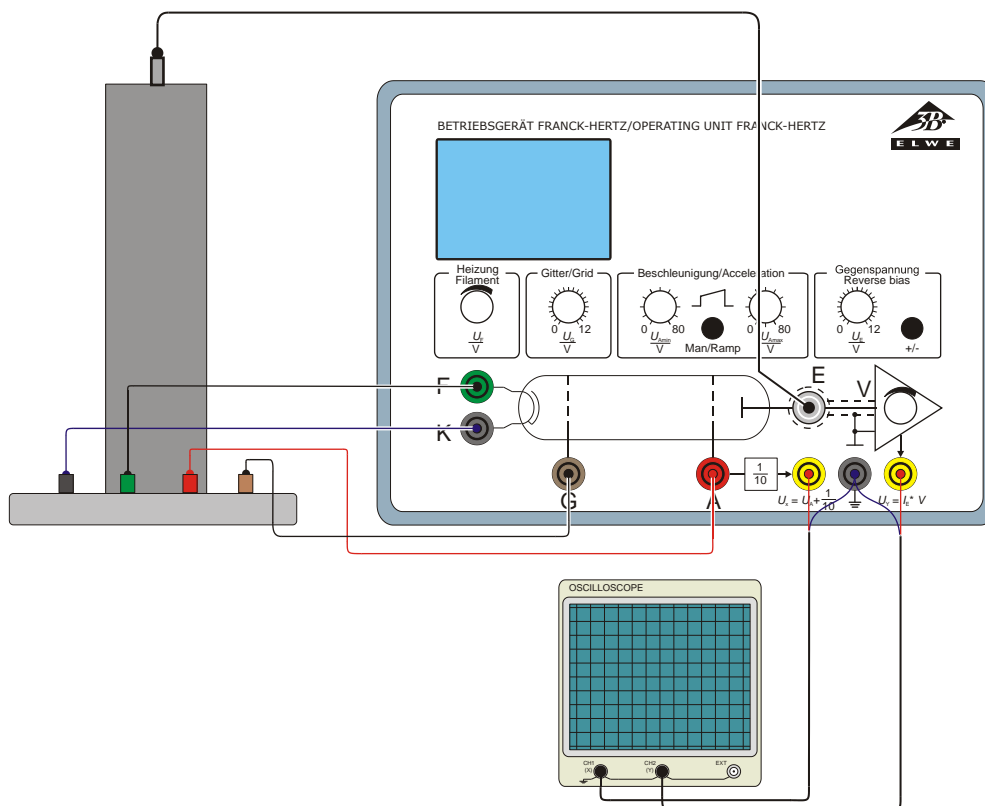

Fig. 2 Struttura sperimentale tubo Franck-Hertz riempito con neon
- Cablare come indicato nella fig. 2.